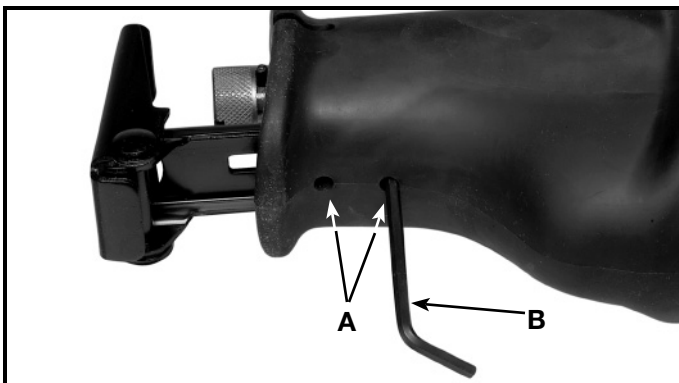

Fig. 9
Le **Modèle 741** soulier de guide de pivoting est ajusté en desserrant les deux vis de sort (avec la clé plate fournie) localisé sur le fond du logement d'engrenage de devant (A) Fig. 9. Desserrer les deux vis assez pour permettre au soulier de guide de pivoting pour se déplacer librement. Ajuster à la position désirée et resserrer assurément les deux vis.